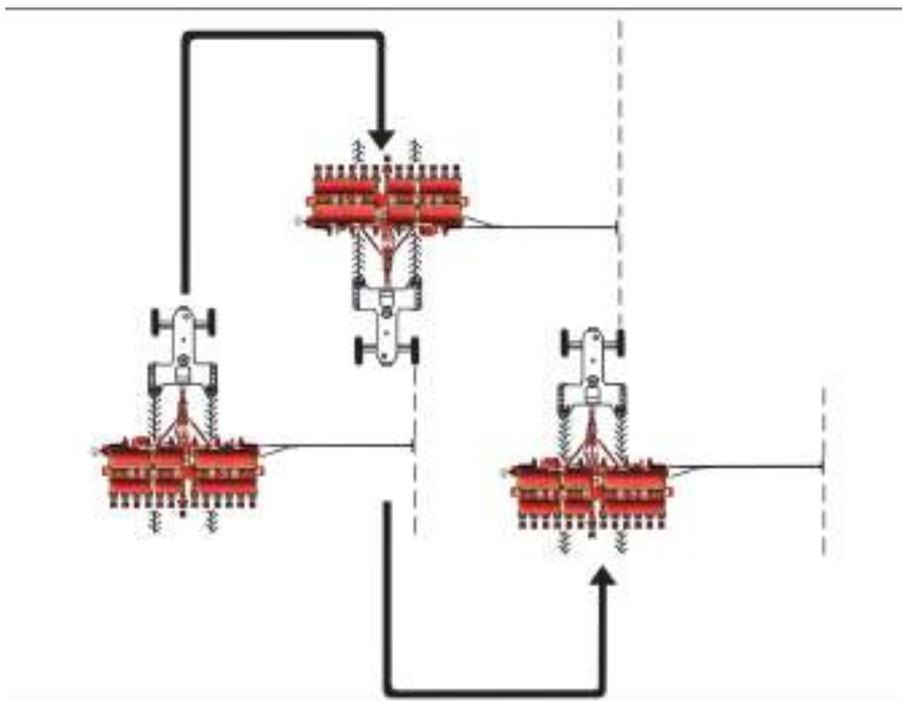

fig. 139
**OPÇÃO 2:** Realizando a marcação pelo pneu de fora (fig. 139). Esta opção de marcação somente deverá ser usada quando os espaçamentos exigirem, caso contrário usar sempre a opção 1.